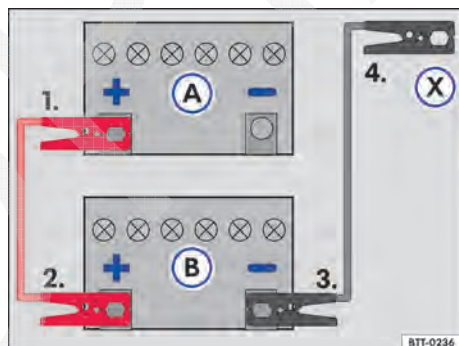

Fig. 152 Esquema para a conexão dos cabos auxiliares de partida: bateria do veículo descarregada (A) e bateria do veículo fornecedora de corrente (B).
Legenda para → Fig. 152:
- Conectar uma extremidade do cabo auxiliar de partida *vermelho* ao polo positivo → Fig. 152 ③ do veículo com a bateria do veículo descarregada ④ → ⚠.
- Conectar a outra extremidade do cabo auxiliar de partida *vermelho* ao polo positivo ⑤ da bateria do veículo fornecedora de corrente ⑥.
- Conectar uma extremidade do cabo de auxílio na partida *preto* ao polo negativo ⑦ da bateria do veículo fornecedora de corrente ⑧.
- Conectar a outra extremidade do cabo auxiliar de partida *preto* ⑨ no veículo com a bateria do veículo descarregada em uma peça maciça de metal aparafusada firmemente ao bloco do motor ou no próprio bloco do motor - porém não nas proximidades da bateria ⑩ → ⚠.